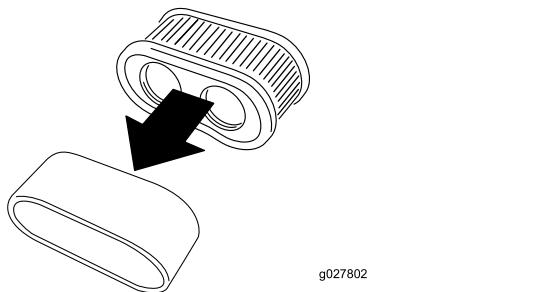

図 43
5. ペーパーフィルタからスポンジエレメントを外す図 43。